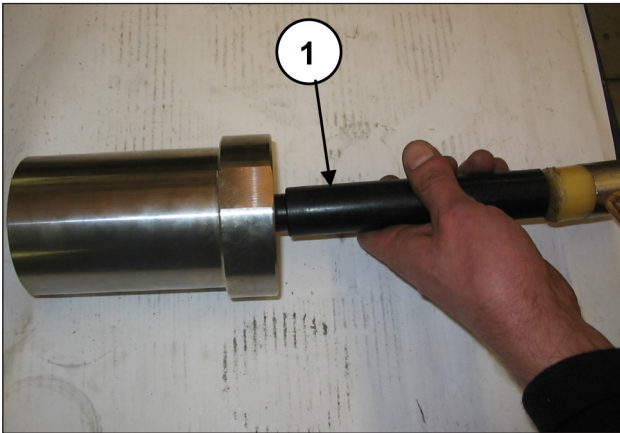
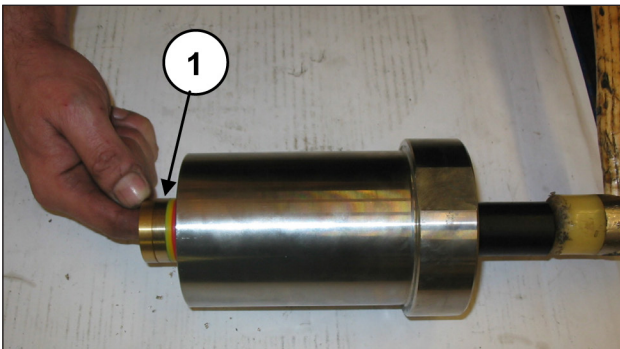

Abb. 128
Abb. 129
Entnehmen Sie nach Trennung der Buchse vom Dichtungshalter mit einem speziellen Kunststoffdorn (Pos. ①, Abb. 128) den HD (Hochdruck) Dichtungssatz (Pos. ①, Abb. 129).
Bei jedem Ausbau muss der HD-Dichtungssatz (Pos. ①, Abb. 129) ausgetauscht werden.